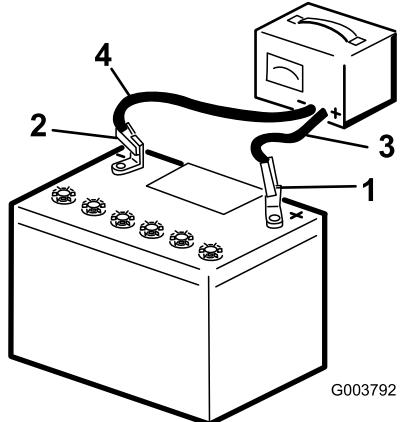

Bild 44
3. Schließen Sie das Plus-Batterieladegerätkabel am Pluspol der Batterie an (Bild 44).
4. Schließen Sie das Minus-Batterieladegerätkabel am Minuspol der Batterie an (Bild 44).
6. Wenn die Batterie ganz aufgeladen ist, ziehen Sie den Stecker des Ladegeräts aus der Stromquelle. Klemmen Sie dann die Klemmen des Ladegeräts von den Batteriepolen ab (Bild 44).